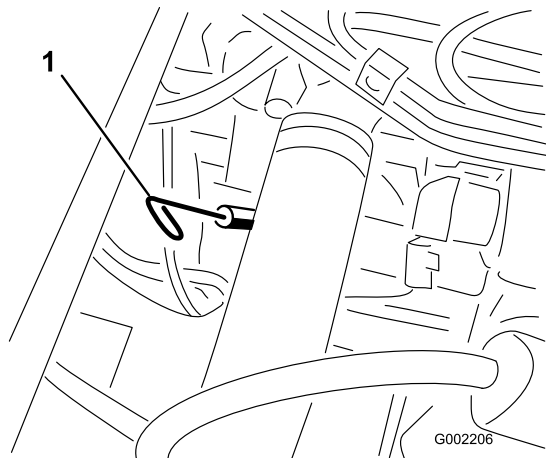

図 37
2. 助手席の下にあるディップスティックを抜き、ウェスで一度きれいに拭く (図 37)。ディップスティックを、チューブの根元までもう一度しっかりと差し込む。ディップスティックを引き抜いて油量を点検する。
13. オイル補給口のキャップを取り、所要量の約 80% のオイルを補給口から入れる（図 37）。